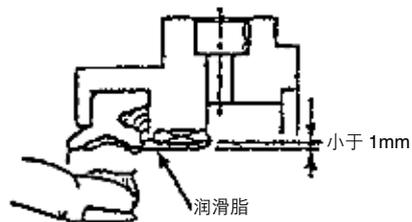

图5 杆密封圈
①在活塞杆密封圈和活塞密封圈上涂抹润滑脂(图5)
安装密封圈时,请不要将其方向装反。如图5所示,在密封圈和导向套内周涂抹润滑脂。另外,小口径的场合,请使用精密螺丝刀来涂抹。